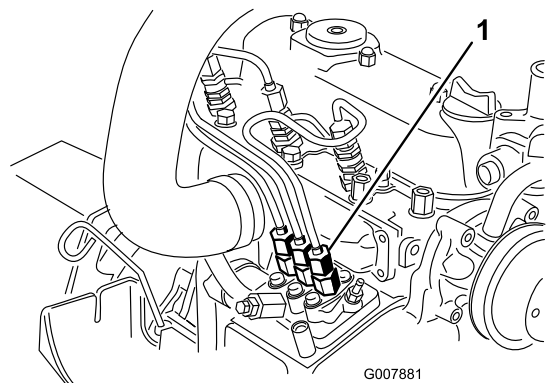

Bild 38
1. Legen Sie einen Lappen unter den Schlauchanschluss von der Einspritzpumpe zur 1. Einspritzdüse, siehe Bild 38.